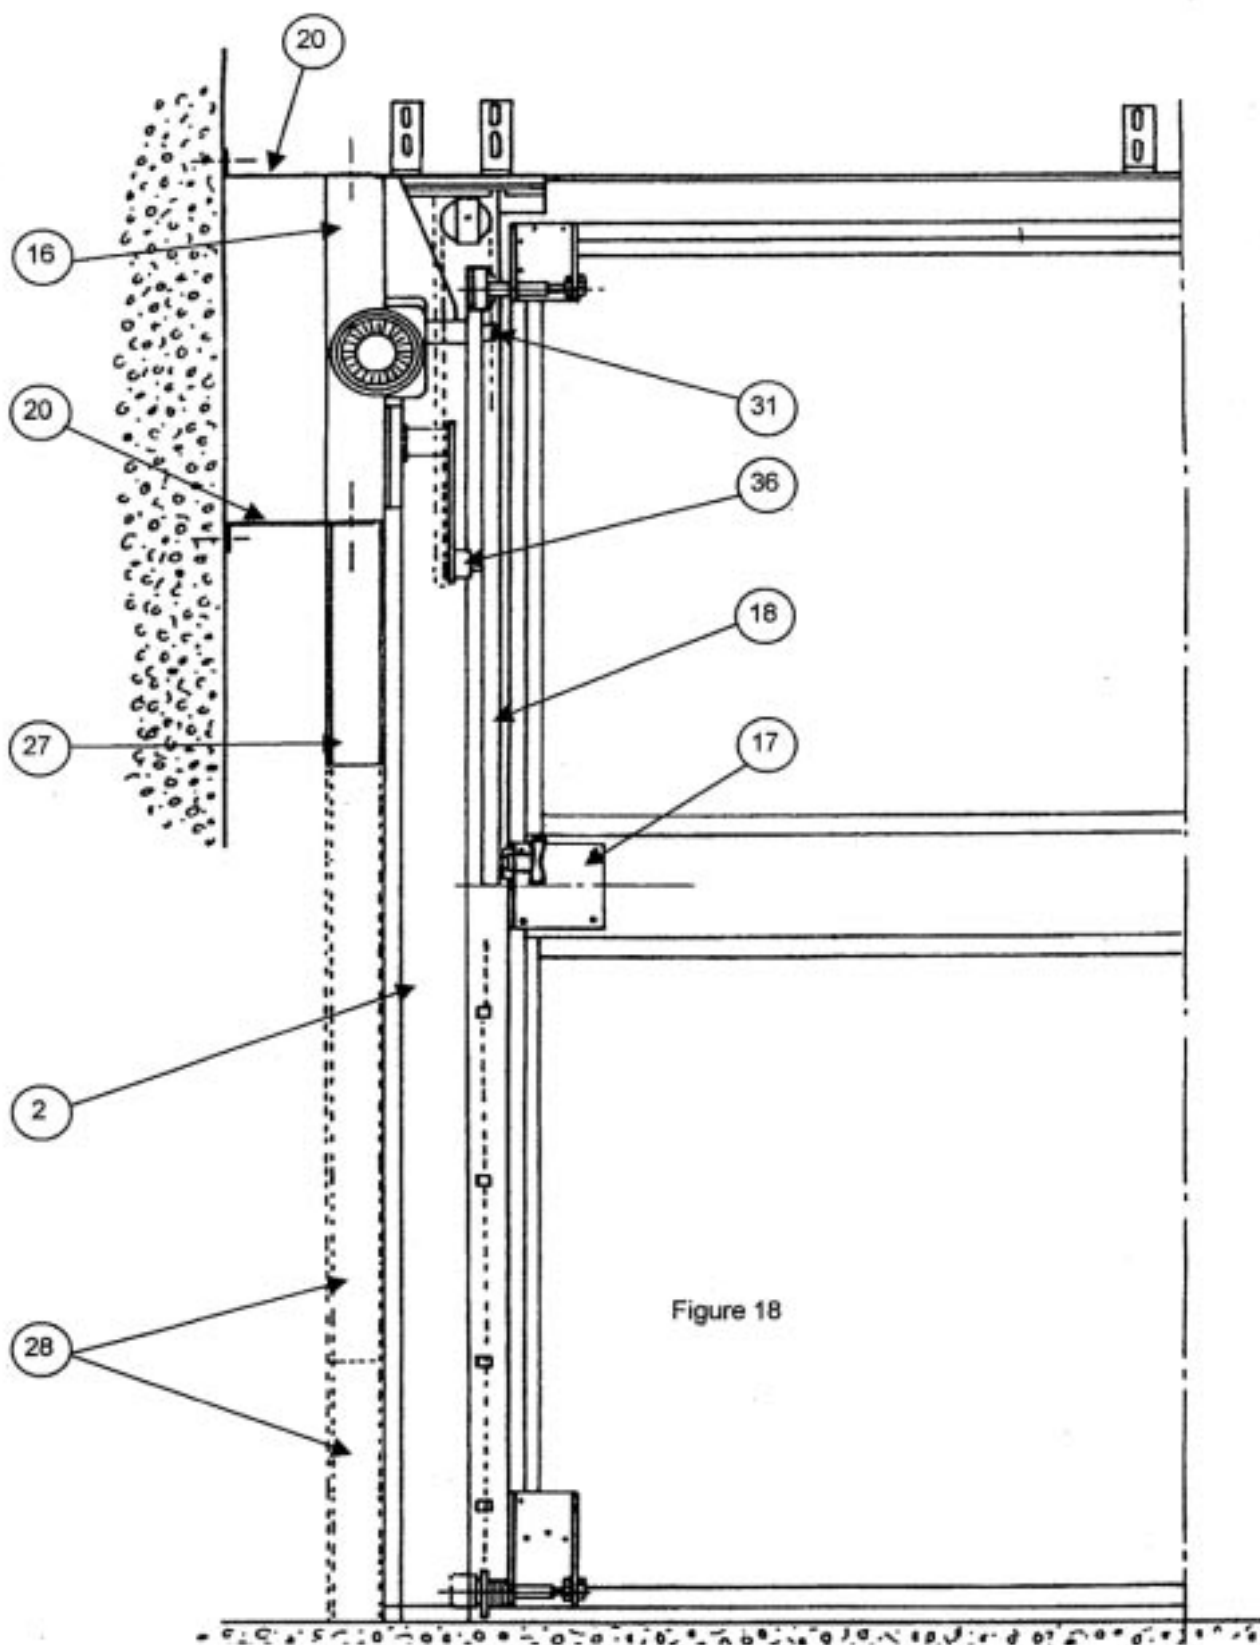

Figure 18
- 7) Fixer le châssis (16) contre la maçonnerie à l'aide de chevilles de 10 (27). Dans le cas d'un mur latéral proche, utiliser les pattes (20) pour rigidifier l'ensemble. Des trous de fixation sont prévus au dessus et en dessous du châssis (voir figure 18). Utiliser les vis à tôle de 8 x 25 pour les fixer.
- a) - Fixer les deux compléments châssis en U (28) à l'aide de boutons 8x12, celui du bas est à recouper en longueur à la demande. Figure 18.
9 - FIXER l'équerre de débrayage (17) sur le panneau à l'aide de 4 vis à tôle de 8 x 25 (trou diamètre 6 pour vis de 8). Figure 18.
- a) - Introduire en même temps la rotule du bras de manoeuvre (18) sur l'axe du châssis (31) ainsi que l'axe du roulement du bras de manoeuvre dans l'axe six pans creux de la biellette (36).
- b) - Fixer l'ensemble à l'aide de la rondelle métallique diamètre 28 et de la vis à métaux TF 6 x30 sur l'arbre (31). Figure 18.